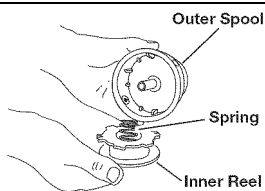

Рис. 15
2. Извлеките внутреннюю катушку из внешней части головки (Рис. 15).
3. Извлеките пружину из внутренней катушки (Рис. 15).
2. Извлеките старую внутреннюю катушку из корпуса головки (Рис. 15).
3. Извлеките пружину из старой катушки (Рис. 15).